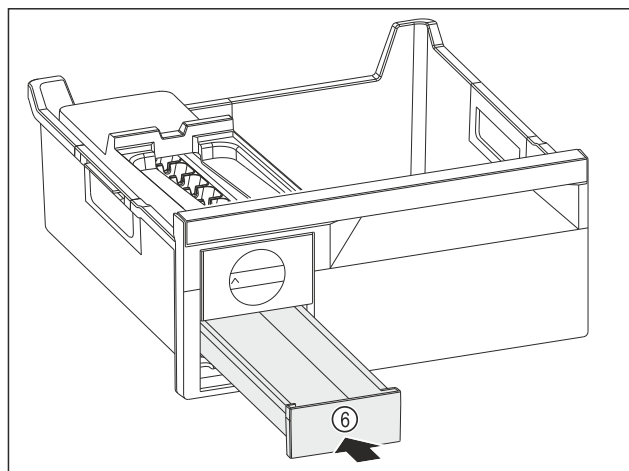

Fig. 170
- Insérer le compartiment à glaçons Fig. 170 (6).